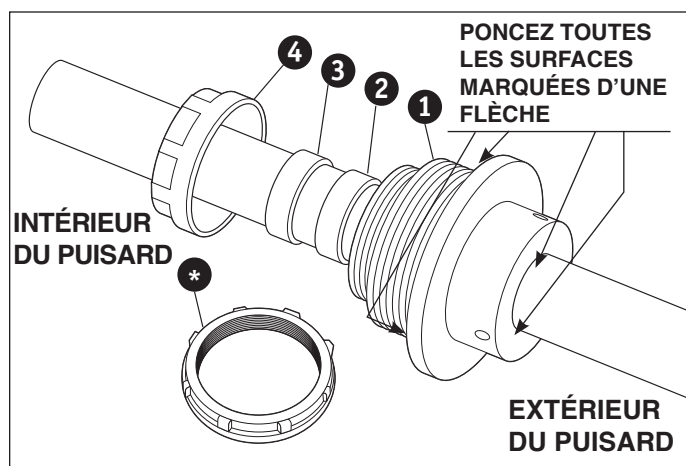
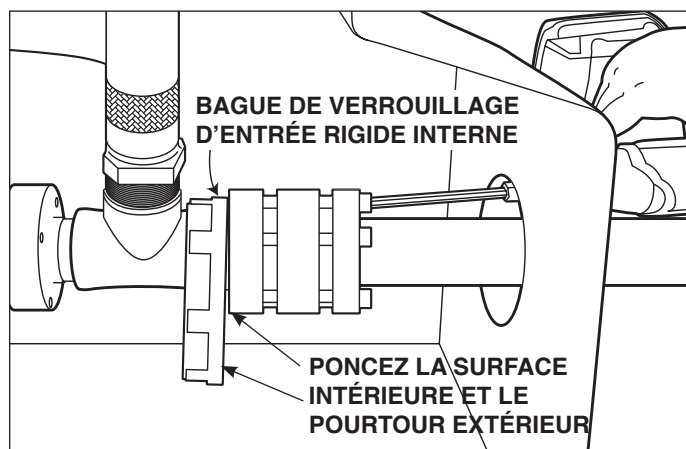

Figure 22-1
Figure 22-2
Assemblez les composants du dispositif d'entrée rigide sur le tuyau DoubleTrac® entrant dans le puisard dans l'ordre suivant (Figure 22-1).
l'intérieur du raccord d'entrée DoubleTrac® et toutes les surfaces du raccord d'entrée marquées d'une flèche (Figure 22-1 et Figure 22-2).
5. Assemblez les composants du raccord d'entrée rigide sur le tuyau DoubleTrac® (voir Figure 22-1).
6. Assemblez le raccord DoubleTrac® conformément à la section 7. Assurez-vous que la bague de verrouillage interne est placée sur l'équipement auxiliaire (voir Figure 22-2) avant de fixer le raccord DoubleTrac sur l'équipement.